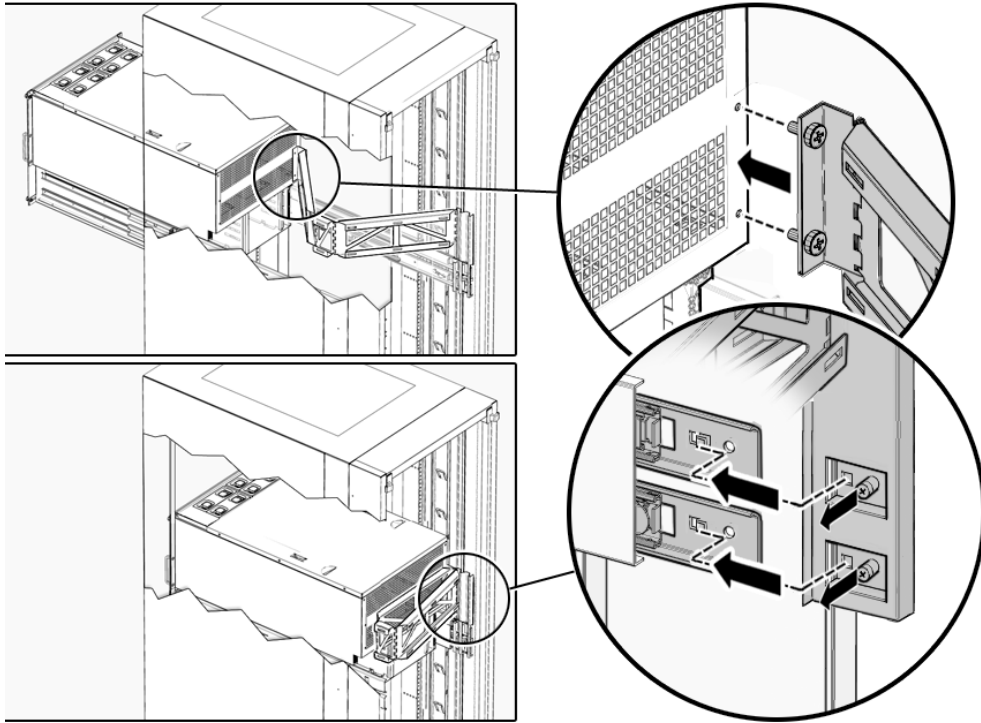

图 2-9 安装理线架（显示的是 Sun SPARC Enterprise M5000 服务器）
3. 将 CMA 的大头固定到设备机架同一侧上的滑轨 (图 2-9)。